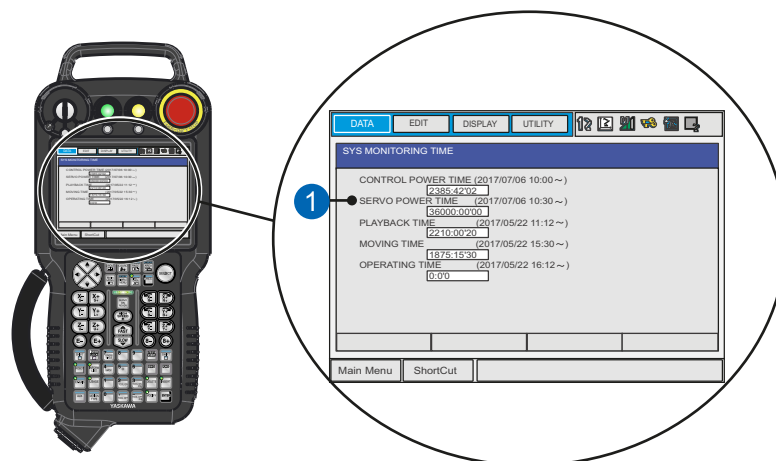

Abb. 10-1: SERVO-Spannungszeit
- Die SERVO-Spannungszeit ist entscheidend für die Inspektionsintervalle (siehe Punkt 1 in der Abb. 10-1: "SERVO-Spannungszeit").